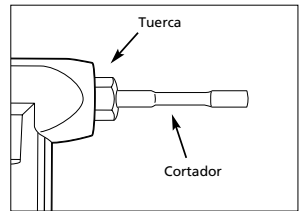

Figura 4
4. Afloje la tuerca que asegura el cortador dentro de la herramienta (figura 4). Esto permitirá retirar el cortador y la tuerca de la cortadora de aire.